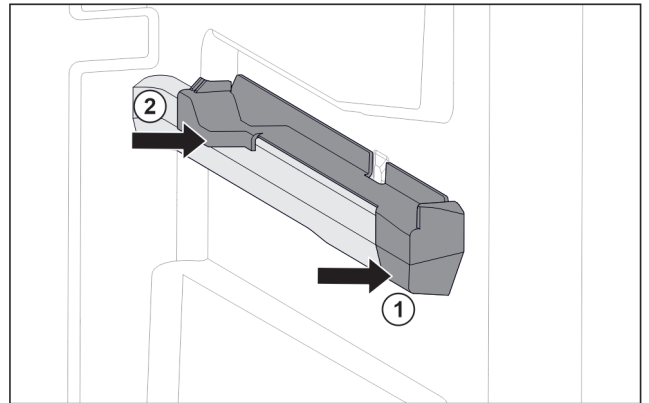

Fig. 108 Instekelement op rechter containerrib
- ▶ Instekelement voor tegen containerrib plaatsen. Fig. 108 (1)
- ▶ Instekelement achter aandrukken. Fig. 108 (2)